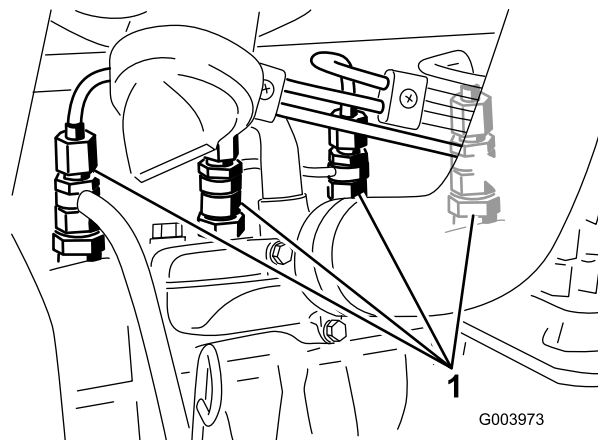

Figure 49
1. Desserrez le raccord entre l'injecteur n° 1 et le porte-injecteurs (Figure 49).